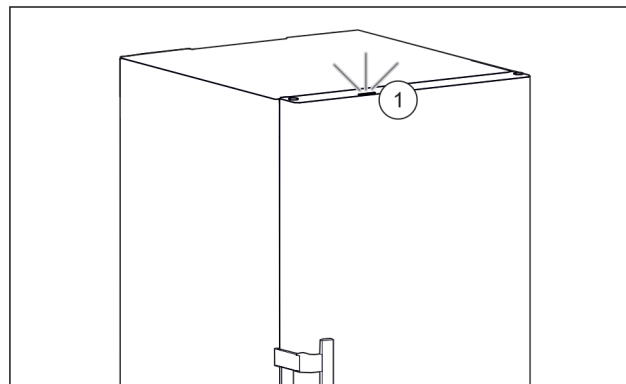

Fig. 41 Spia di stato attiva quando lo sportello è chiuso
- ▷ La spia di stato Fig. 41 (1) è attivata.